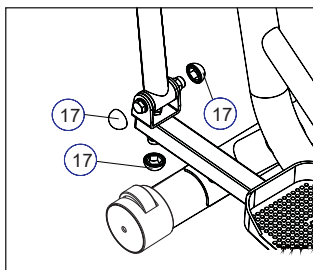

Abb. 12
10.1 Nachdem die gesamte Maschine montiert ist, decken Sie die Mutterabdeckung S=17 (17) an den Verbindungsstellen der U-förmigen Sitzschweißung der linken und rechten Schwinge ab (siehe Abb. 12).